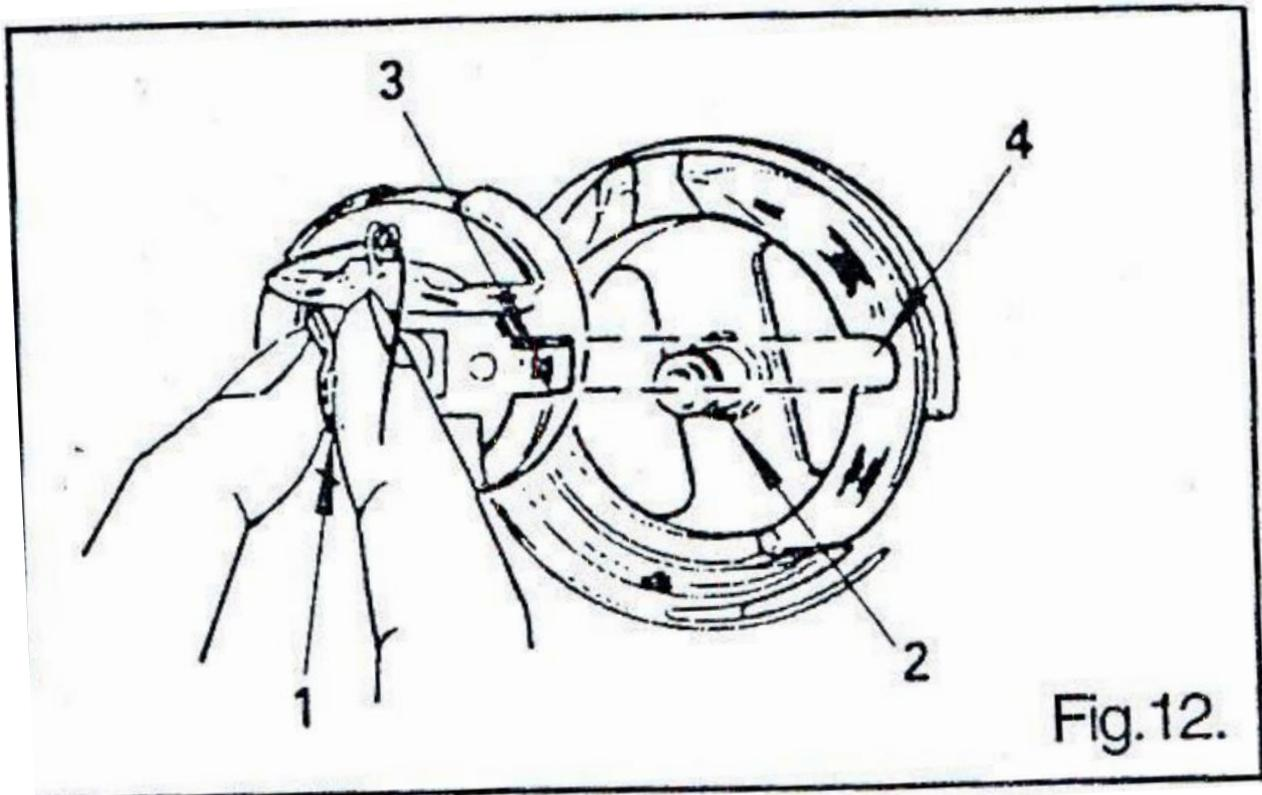

Fig.12.
11. Установка шпульного колпачка (Рис. 12)